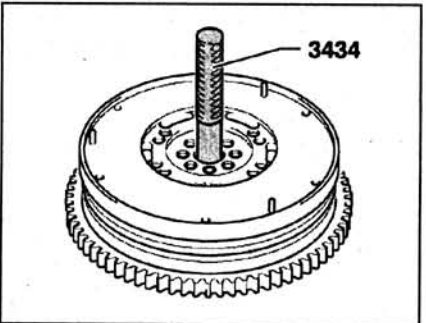

Рис. 2.58. Запрессуйте новый игольчатый подшипник с помощью оправки 3434.
26. Запрессуйте новый игольчатый подшипник с помощью оправки 3434 (рис. 2.58).